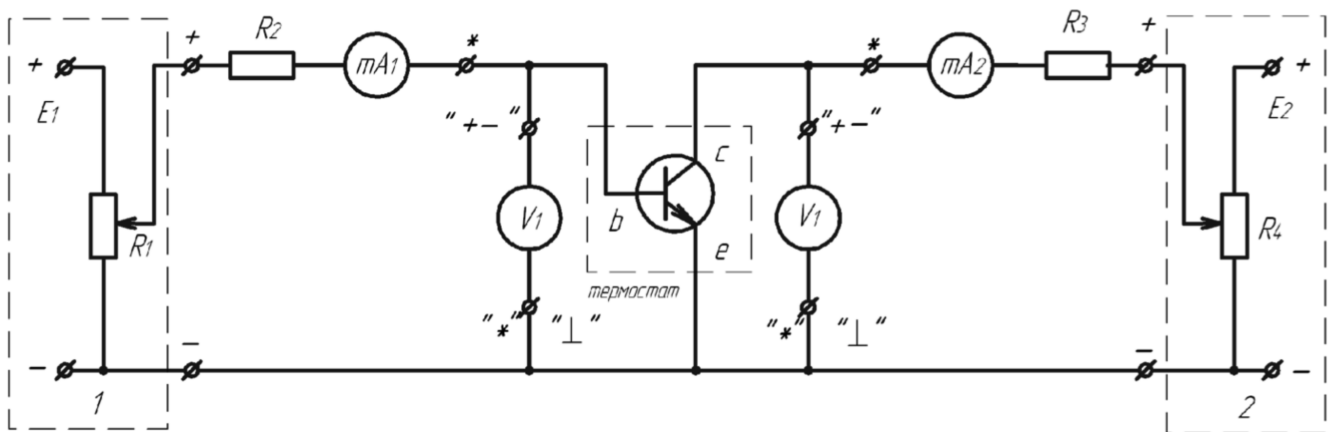

Рис. 1: Схема для дослідження вольт – амперних характеристик транзистора вві-мкненого за схемою зі спільним емітером.
1. Вивчити структуру паспортних параметрів біполярних транзисторів. Ознайомитися із вимірювальним стендом та використовуваними приладами (рис. 1, 2, 3, 4).